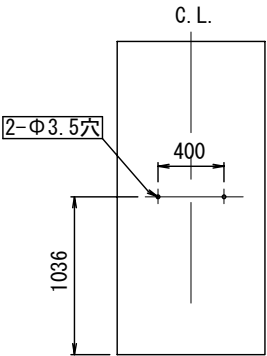

図 1
②タオル掛け取付穴位置
- ・以下の場合は図 1 を参照し、下記の位置にΦ3.5穴をあけてください。